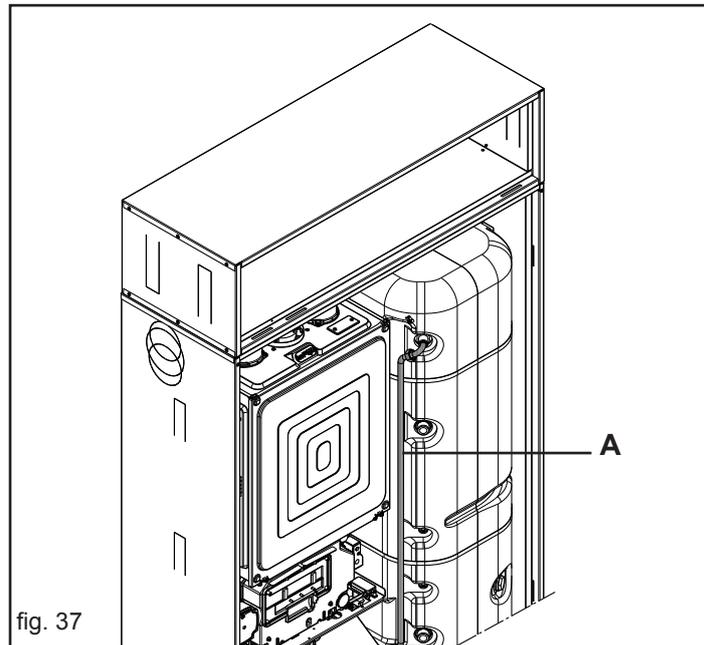

fig. 37
Fissare la rampa (A) dal raccordo uscita acqua sanitaria del bollitore alla valvola miscelatrice (fig. 37)